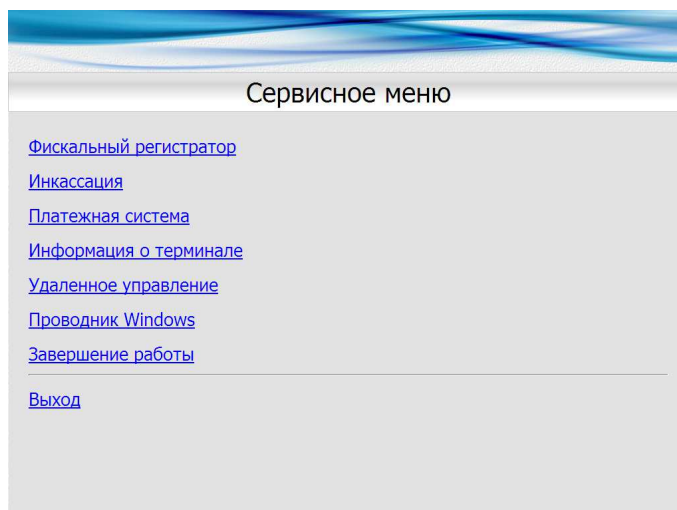

Рисунок 15
9.1 Для сервисного обслуживания терминала в устройстве предусмотрена "Панель администратора" (рисунок 15).